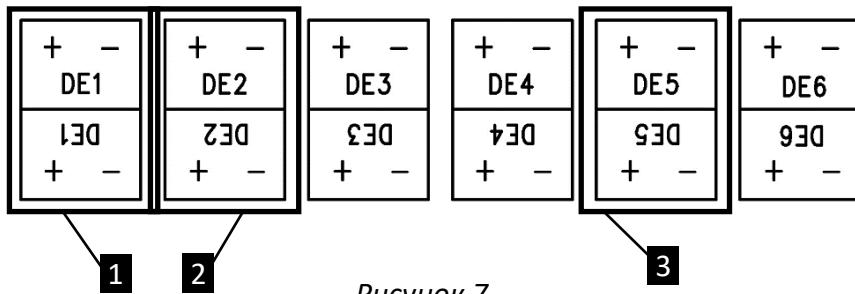

Рисунок 7
- 1 НЧ датчик импульсов подключается к разъему «DE1» (рисунок 7: 1) и «DE2» (рисунок 7: 2) ЕК280.
- 2 ВЧ датчик импульсов подключается к разъему «DE5» (рисунок 7: 3) ЕК280.